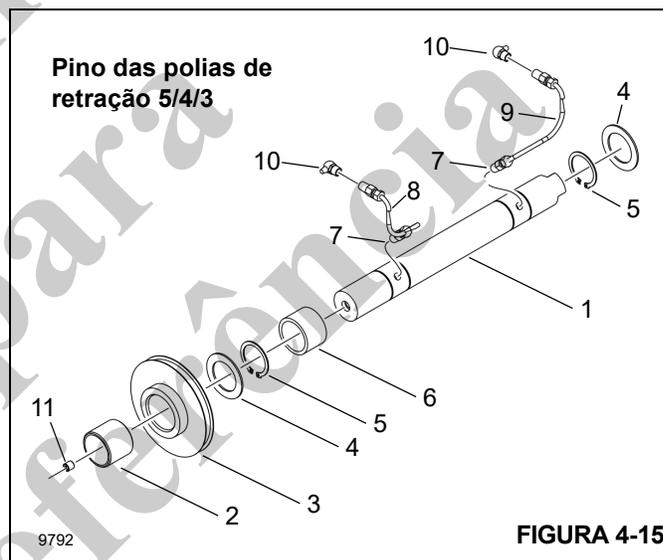

FIGURA 4-15
14. Desmonte o pino da polia de retração 5/4/3 (1, Figura 4-15) da seguinte forma:
- a. Remova os rolamentos (2) e as polias 5/4/3 (3).
- b. Remova os rolamentos (2) das polias (3).
- c. Remova as arruelas (4), os anéis de retenção (5) e os espaçadores (6).